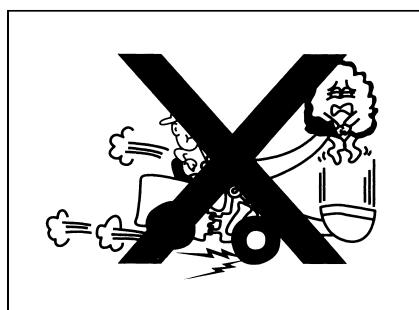

Рис. 1-43
- Резкий останов и резкий опускание рабочих устройств очень опасны. В таком случае погруженное вещество, возможно, выбрасывается, или возникает опрокидывание погрузчика, следует избавить от данной опасности(рис. 1-43)..